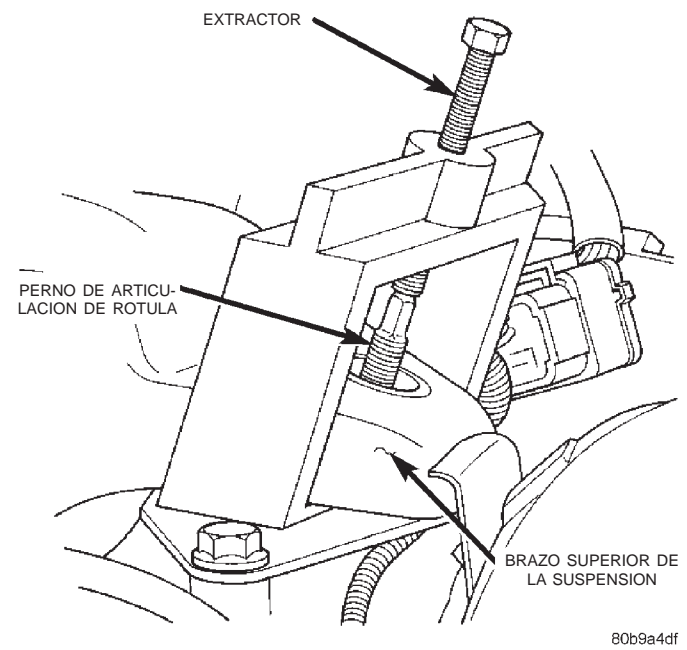

Fig. 12 Desmontaje de la articulación de rótula
(4) Separe la articulación de rótula del brazo usando el extractor 8278 (Fig. 12).